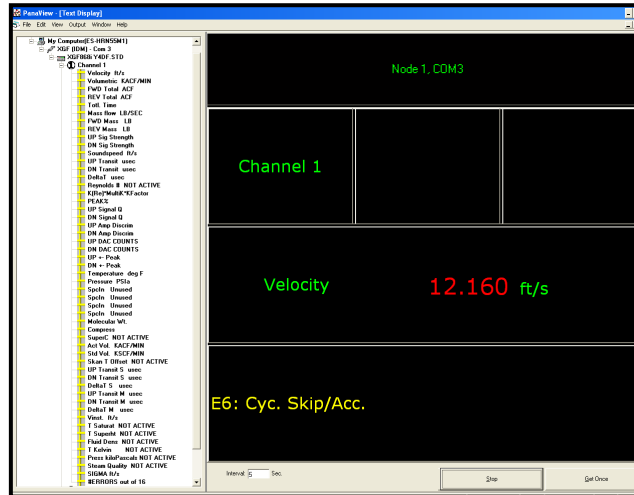

Figura 16: Múltiplas telas de texto na janela de *exibição de texto*
2. Repita a Etapa 1 para quaisquer parâmetros de processo adicionais desejados, clicando duas vezes sobre eles na árvore de rede do PanaView. O PanaView organiza automaticamente as múltiplas telas de texto no painel direito da janela *Exibição de texto*, conforme mostrado na *Figura 16* abaixo.